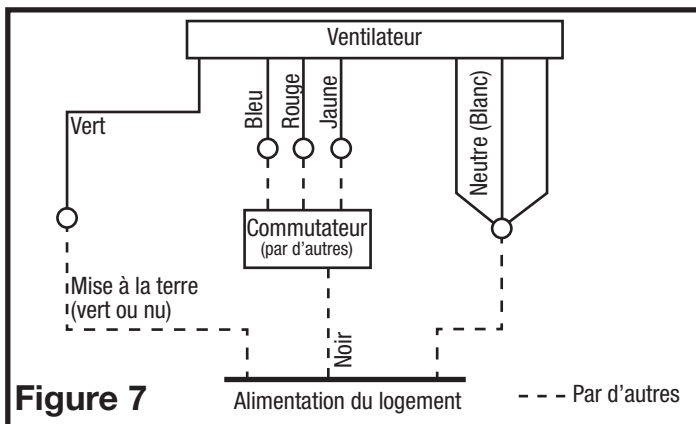

Figure 7
2. Connecter le fil Blanc de la résidence aux trois fils Blanc du ventilateur. Connecter un fil vivant (Bleu) de l'interrupteur mural au fil Bleu du ventilateur (celui-ci pour le contrôle du ventilateur). Connecter le second fil Vivant (Rouge) de l'interrupteur mural au fil Rouge du ventilateur (contrôle du chauffage). Connecter le troisième fil Vivant (Jaune) de l'interrupteur mural au fil Jaune du ventilateur (contrôle de la lumière). Connecter le fil de mise à la terre de la résidence au fil Vert du ventilateur (**Figure 7**). Utiliser des méthodes approuvées pour toutes les connexions.